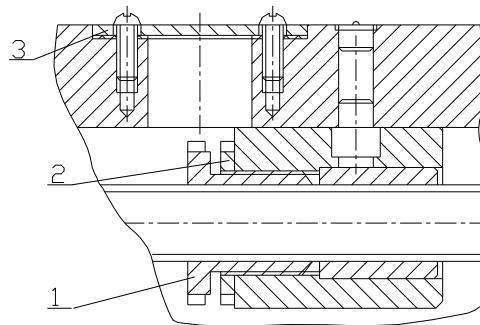

Рис.6-4. Наладка поперечного винта и гайки нижнего суппорта
6.2.4 НАЛАДКА ЗАЗОРА МЕЖДУ ПОПЕРЕЧНЫМ ВИНТОМ И ГАЙКОЙ НИЖНЕГО СУППОРТА (см.рис.6-4)